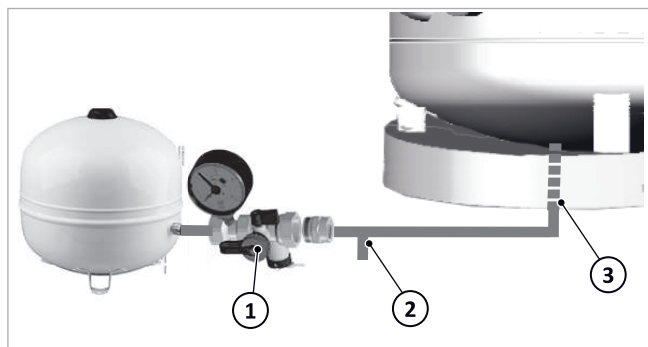

Abb. 10: Anschluss Solar-Rücklauf und Heizungsausdehnungsgefäß
2. Kappe am Solar-Vorlauf-Anschluss (1) entfernen.
Am Anschluss Solar-Rücklauf (2) ist das Wellrohr (→ Abb. 10, 3) und das Heizungsausdehnungsgefäß angeschlossen.